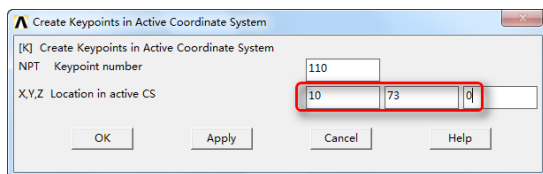

图 3-65 创建关键点
❶ 将激活的坐标系设置为总体柱坐标系。从应用菜单中选择 Utility Menu: WorkPlane > Change Active CS to > Global Cylindrical
❷ 定义一个新的关键点
① 从主菜单中选择 Main Menu: Preprocessor > Modeling > Create > Keypoints > In Active CS ...。
② 出现定义点的对话框，设置点号为 110，X=10，Y=73，单击“OK”按钮，如图 3-65 所示。